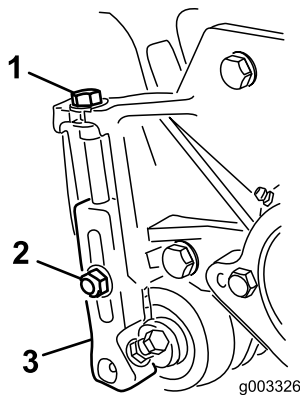

Figure 23
1. Desserrez les contre-écrous qui fixent les bras de hauteur de coupe aux plaques latérales du plateau de coupe (Figure 23).